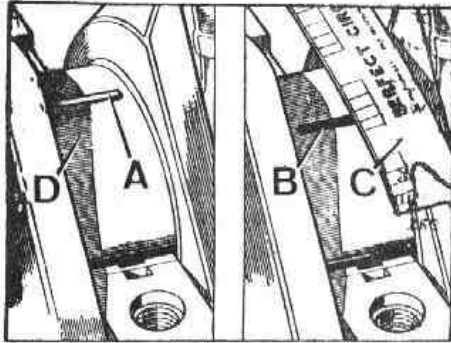

Fig. A1-113 Comprobación del juego entre los cojinetes y los muñones del cigüeñal
- 1.10. Una vez ajustado el juego longitudinal se verificará el juego entre los cojinetes y los muñones del cigueñal. Colocar en cada muñón un trozo de plastigage, A (Fig. A1-113). Instalar todas las tapas, dándoles a los tornillos el apriete indicado. Desmontar nuevamente las tapas y medir el ancho, B, del plastigage con la escala impresa en la funda del citado producto. La medida obtenida deberá ser de 0,020 a 0,067 mm. Después se limpiará perfectamente el plastigage con gasolina.